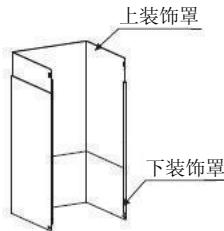

图4
5. 将伸缩管盖放入下装饰罩内，并确保上装饰罩套入后可自由调节高度，详见图4。注意：产品不含伸缩管。